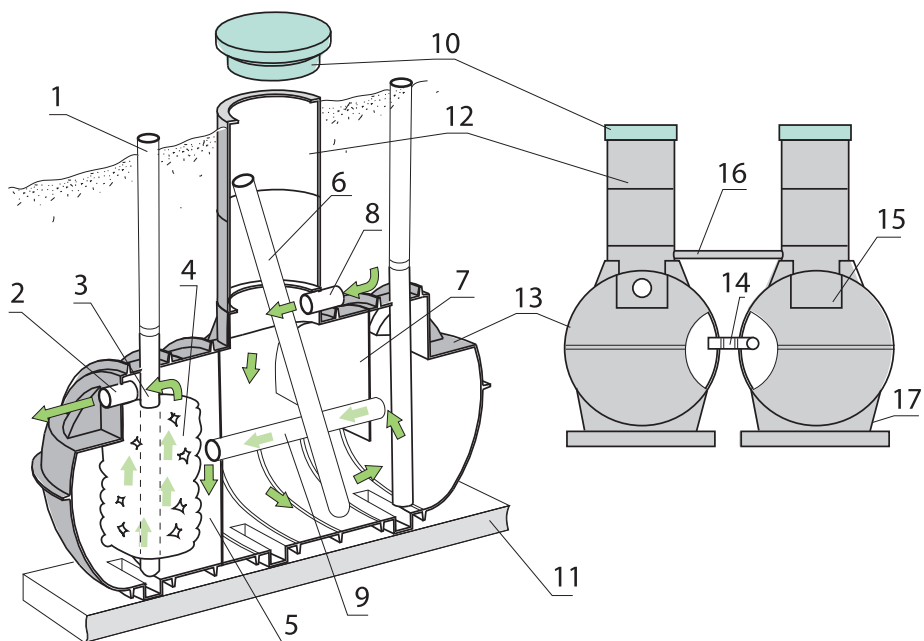

Рис.1. Септики БРИЗ-1сэ (в разрезе, слева) и БРИЗ-2сэ (справа)
**Монтаж септика** заключается в присоединении к нему подводящего (к патрубку 8 на рис.1) и отводящего (патрубок 2) трубопроводов, удлинении стояков 3 трубами 1 и горловин секциями 12.
Осадок необходимо откачивать один раз в год с помощью ассенизационной машины. Открывают крышку септика, вакуумный рукав соединяют с трубой 6 (см. рис.1), передвигая трубу вдоль дна откачивают осадок до снижения уровня воды приблизительно на 30 см. Для удаления осадка из правой и левой камер рукав присоединяют к трубам 1 и откачивают осадок до снижения уровня воды приблизительно на 20 см.